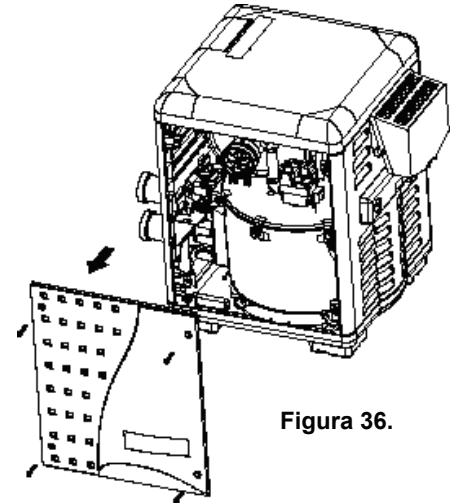

Figura 36.
5. Remueva los paneles de la puerta de acceso aflojando los cuatro tornillos ubicados en cada puerta, luego levante hacia arriba y hacia afuera desde la parte inferior del panel para removerlo. Si es necesario, los tornillos pueden usarse como manijas, ver Figura 36.
3. Remueva los paneles de la puerta de acceso, ver Figura 36.